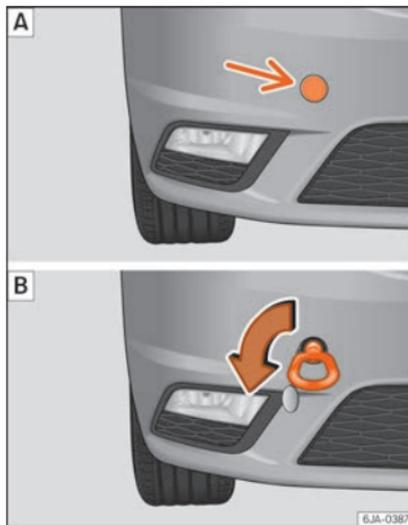

Abb. 66 Vorderer Stoßfänger rechts: Eingeschraubte Abschleppöse
- Schrauben Sie die vordere Abschleppöse in das Gewinde »» **Abb. 66** ein und ziehen Sie sie fest mit dem Radschlüssel an.